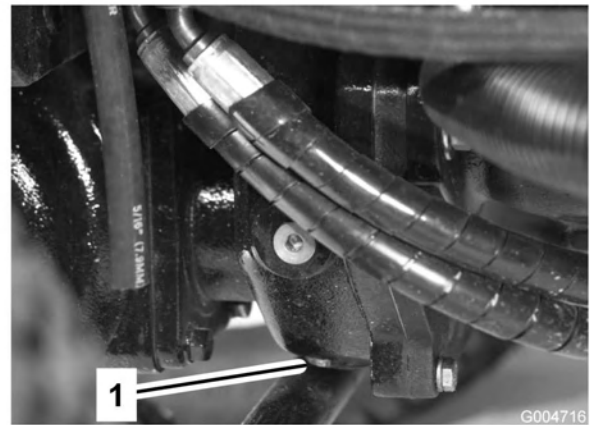

Figura 60
5. Limpe a zona em redor do tampão de escoamento no fundo da caixa de engrenagens (Figura 60).